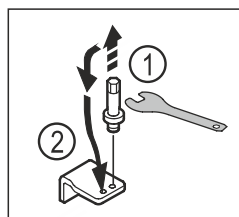

Fig. 18
- ▶ Csavarja ki az alsó csapágybak csapját 5-ös kulcsnyílású dugókulccsal. Fig. 18 (1)
- ▶ Helyezze fel a csapot a másik oldalon. Fig. 18 (2)